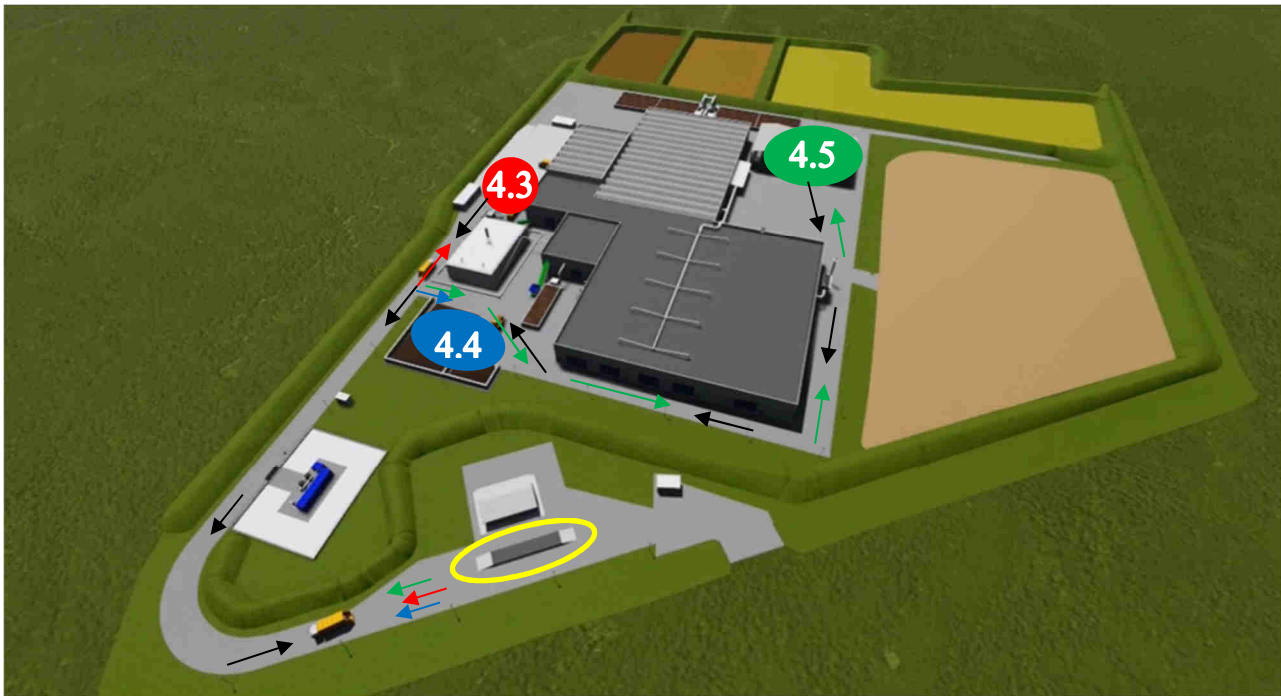

Figura 1
- Procedere lentamente fino all'area dedicata ai rifiuti lignocellulosici (Figura 1 area blu, percorso freccia blu) ed iniziare le operazioni di scarico.